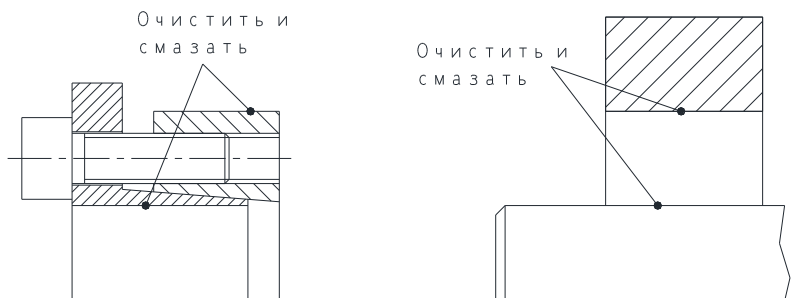

Рис. 6: Чистка и смазка поверхностей (пример: CLAMPEX® KTR 206)
- Обозначенные на рис. 6 поверхности зажимного элемента, а также отверстие ступицы и вал очистить и затем смазать жидким маслом (например, универсальное масло BALLISTOL или Klüber Quietsch-Ex).